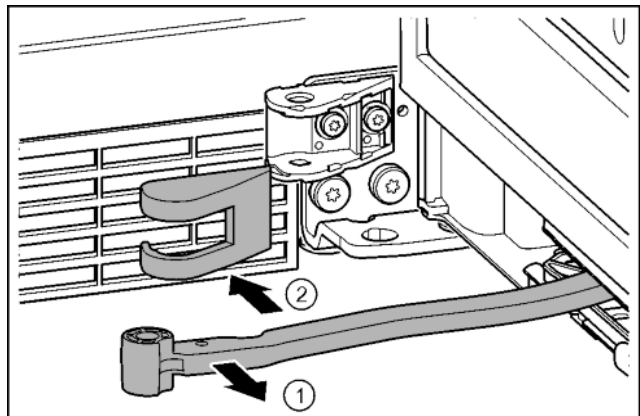

Fig. 16
- ▶ Otočte kloub směrem ke dveřím. Fig. 16 (1)
- ▶ Sejměte kryt stojanu ložiska. Fig. 16 (2)